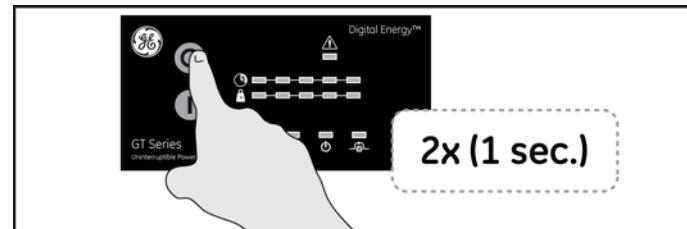

рис. 4.3.2.a
- Нажмите кнопку "O" (рис. 4.3.2.a) на 1 секунду для перевода ИБП в режим байпаса.
- Ещё раз нажмите кнопку "O" на 1 для выключения ИБП (рис. 4.3.2.a).